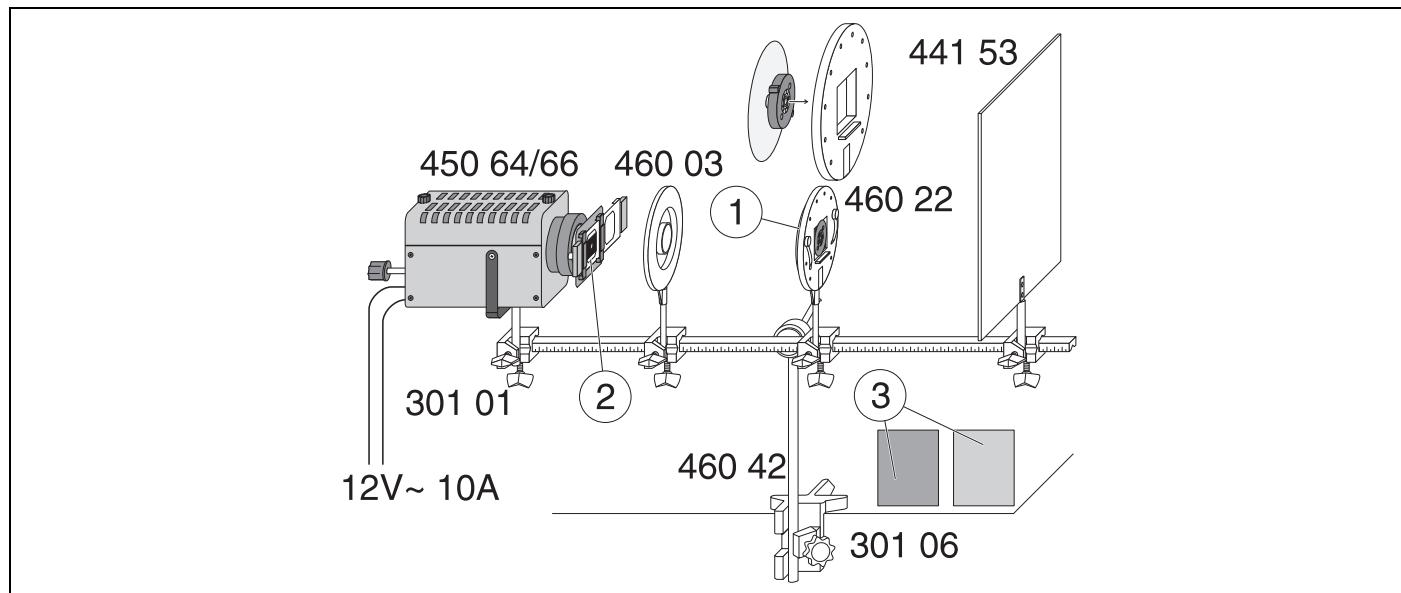

Fig. 2.1
Halterung für Kreuzgitter ① wahlweise (Fig. 2.1)
Lichtstarke Beleuchtungseinrichtung mit Abbildungssystem wahlweise (Fig. 2.1)
Holder for lattice grating ① either (Fig. 2.1)	555 05
High-intensity illumination apparatus with imaging system either (Fig. 2.1)